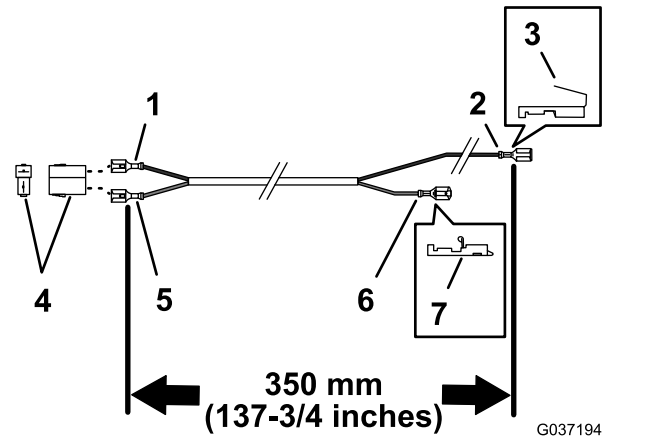

図 25
- 図25に示されている、350cmのワイヤハーネスリング端子のないものを探し出す。